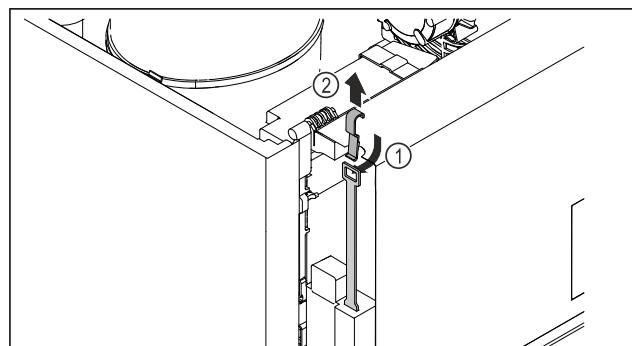

Fig. 209
- Futni brenda nga lart çelësin e zhbllokimit të emergjencës Fig. 209 (1), kapeni te brava dhe tërhikeni lart Fig. 209 (2).